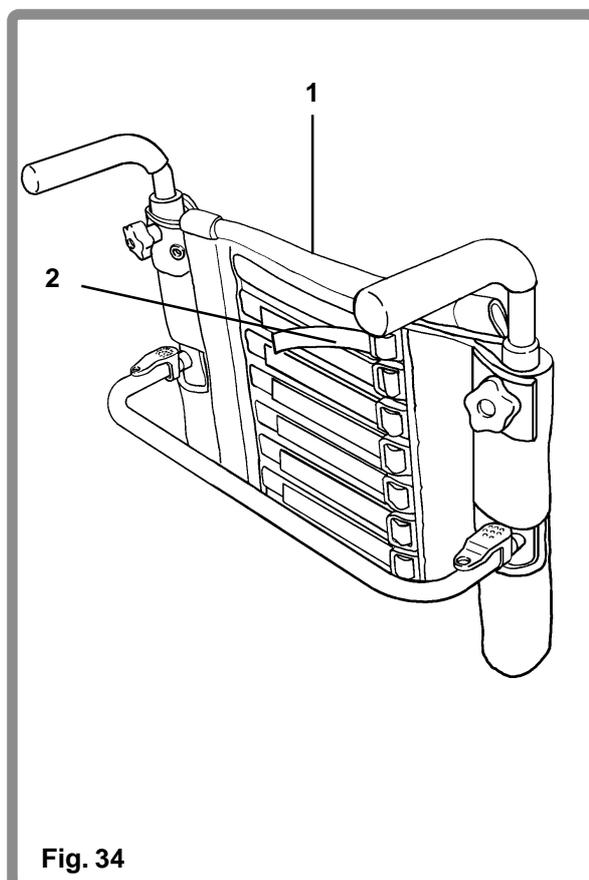

Fig. 34
La palette du repose-pieds peut également être déplacée vers l'avant ou vers l'arrière (Fig. 34) en retirant les deux vis (1), en déplaçant la palette (2) vers l'avant ou vers l'arrière et en alignant les trous de la palette avec les trous du logement (3). Replacer les vis et serrer jusqu'à 8-10Nm.
Pour régler la toile, commencer par soulever le rabat à l'arrière (1) couvrant les bandes, l'utilisateur étant assis dans le fauteuil, desserrer ou serrer chaque bande (2). Voir Fig. 34. Il est nécessaire de suivre la silhouette du dos de l'utilisateur (cela signifie qu'en général il faut serrer les courroies autour de la région lombaire et les desserrer au niveau du postérieur et de la partie supérieure du dos).